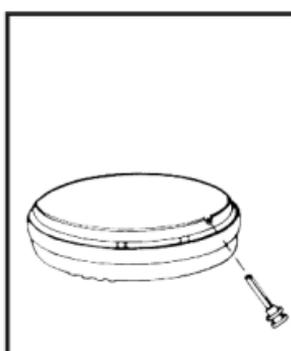

FIGURA 9
7. **CÓMO UTILIZAR EL PASADOR DE BLOQUEO A PRUEBA DE MANIPULACIÓN** (todos los modelos excepto el i9040 e i9040RV): para que su alarma de humo sea a prueba de manipulación, se incluye un pasador de bloqueo en la bolsa de los tornillos y los anclajes. Si utiliza este pasador podrá impedir que los niños u otras personas quiten la alarma de la placa de montaje. Para utilizar este pasador, insértelo dentro del agujero del lado de la alarma una vez que la alarma haya sido instalada en la placa de montaje (consulte la Figura 9).